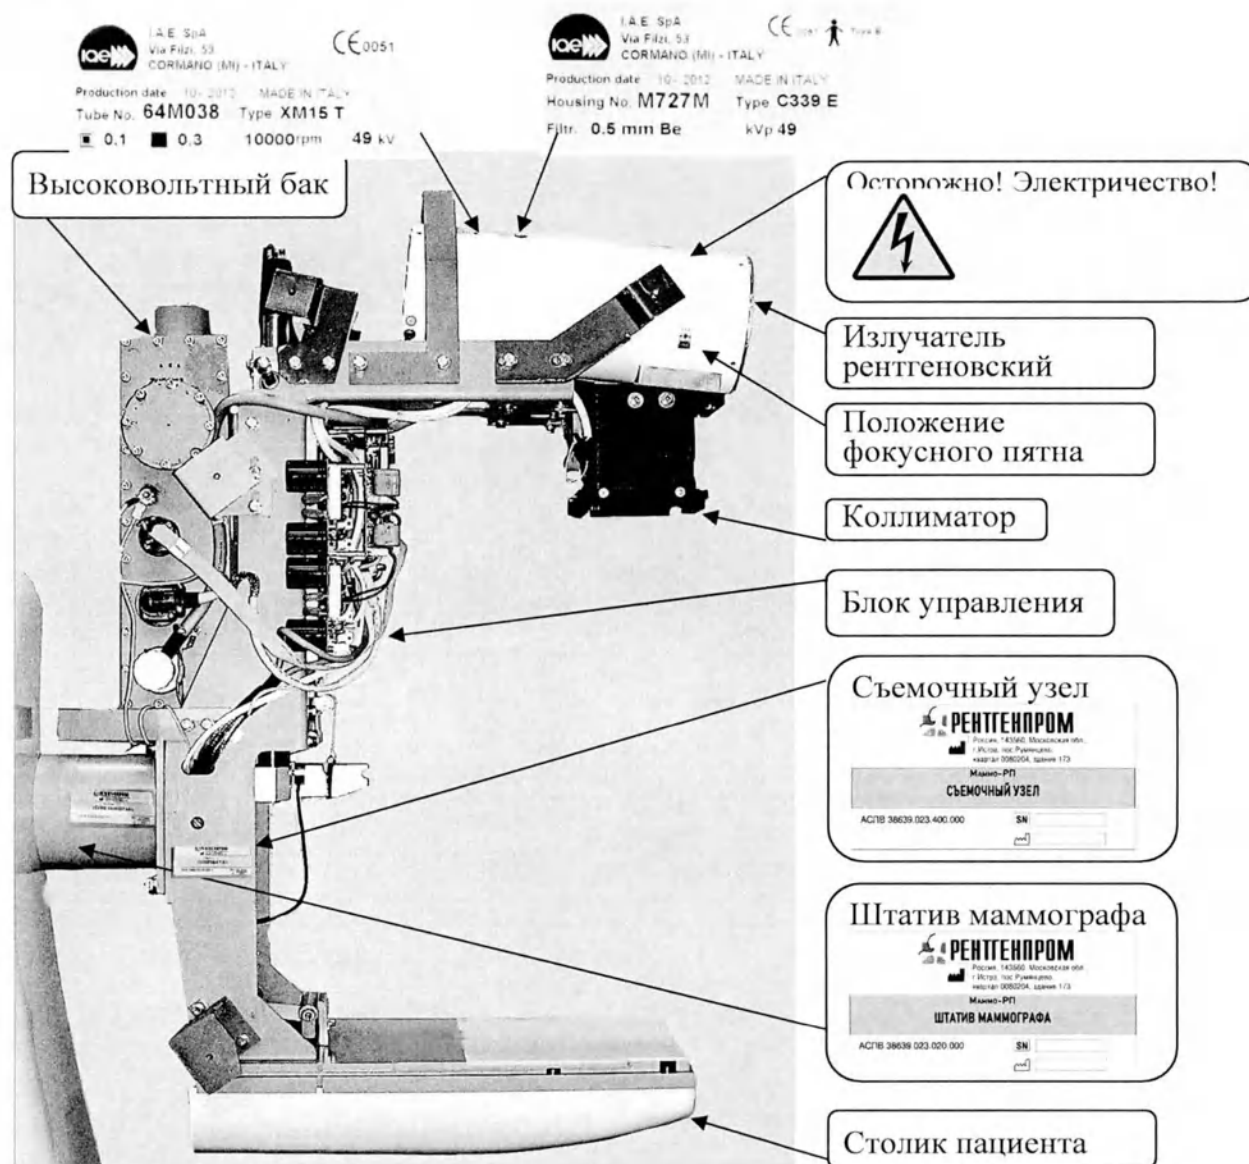

Рисунок 3 – Съёмочный узел
Съёмочный узел (рис.3) крепится на вертикальном штативе маммографа. Включает в себя: излучатель рентгеновский, коллиматор, стол, механизм прижима, высоковольтный источник питания; ручки механического управления компрессией, специальные вертикальные и горизонтальные ручки для пациента, которые облегчают его позиционирование, кнопки аварийного отключения с обеих сторон съёмочного узла. Во время исследования МЖ на съёмочный узел устанавливаются прямоугольные диафрагмы, компрессионные пластины, кассетодержатель с кассетой.
На рис.3 показан внешний вид маммографа со снятыми пластиковыми оболочками – общий вид съёмочного узла.
4.1.3. Коллиматор представляет собой устройство со световым визиром (центратором) и сменной диафрагмой (рис.3), которое служит для формирования пучка рентгеновского излучения.